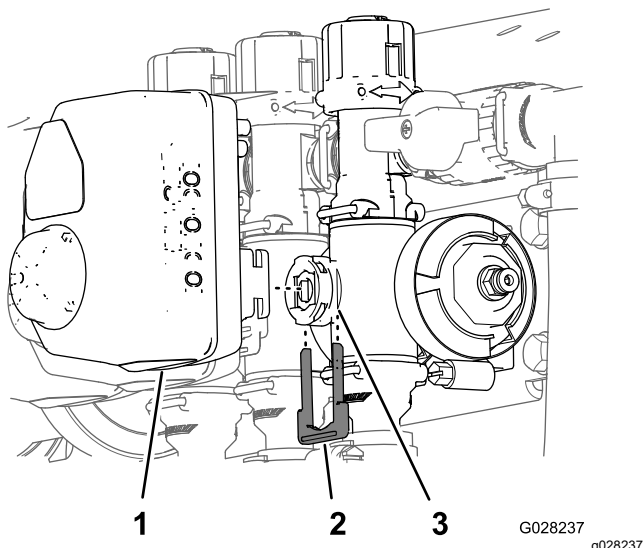

图 67
3. 取下将致动器固定至喷洒率控制歧管阀、搅拌、主喷洒臂段或喷洒臂段阀的卡环图 67。